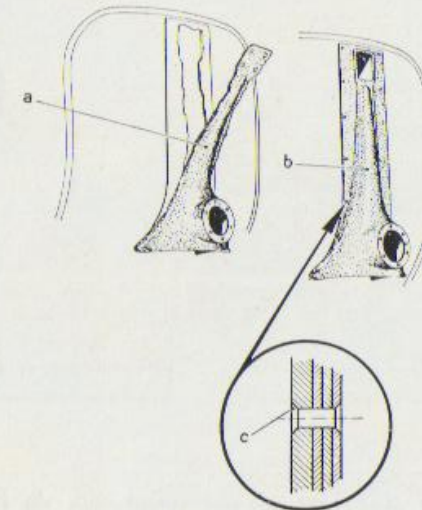

Fig. 76. - Remplacement du cache-direction.
- b) Couper au burin la partie en relief du cache-direction comme indiqué fig. 76 « a ».
- c) Placer le nouveau cache-direction exactement à la place de l'ancien (fig. 76 « b ») souder par points ou river (sept rivets de chaque côté - diamètre de perçage : 2,6).
- d) Fraiser les trous de chaque côté (fig. 76 « c ») afin de permettre le rivetage.